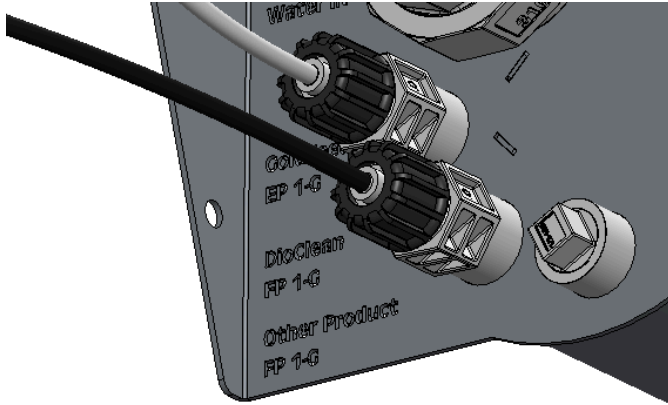

Abbildung 46.
14. Montage: Schrauben Sie den Injektor auf der linken Seite des Mischbehälters bei „DioClean FP 1-G“ fest. Siehe Abbildung 46.
Nehmen Sie den an den Durchflussregler angeschlossenen weißen Schlauch und verbinden Sie ihn mit der linken Seite des Mischbehälters, am Injektor gekennzeichnet als „GoldFeed EP 1-G“ (siehe Abbildung 46).